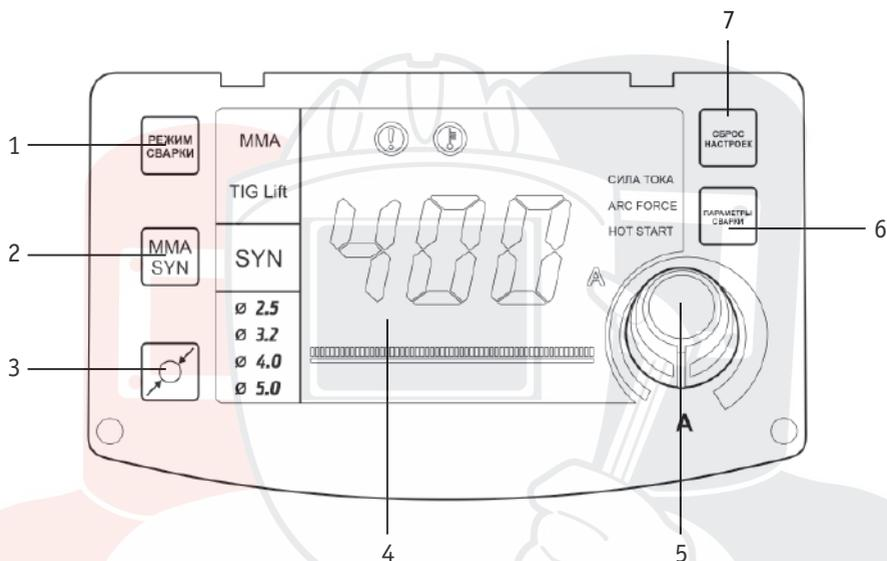
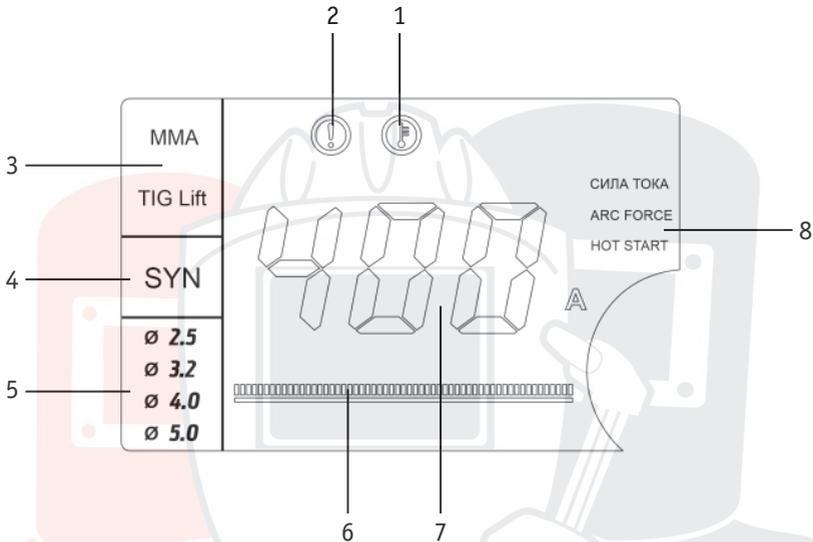

Рис. 6.1.1. Панель управления.
Рис. 6.1.2. LED дисплей панели управления.
1. Нажмите на кнопку режим сварки (см. табл. 6.1.1, п. 1) на передней панели сварочного аппарата (см. рис. 6.1.1). На LED дисплее загорится надпись **MMA** (см. рис. 6.1.2, п. 3).
2. Нажмите на кнопку MMA SYN (см. табл. 6.1.1, п. 2) на передней панели сварочного аппарата (см. рис. 6.1.1). На LED дисплее загорится надпись **SYN** (см. рис. 6.1.2, п. 4).
3. Выберите диаметр электрода (см. табл. 6.1.1, п. 3) на передней панели сварочного аппарата (см. рис. 6.1.1). На LED дисплее загорится соответствующий диаметр электрода (см. рис. 6.1.2, п. 5).